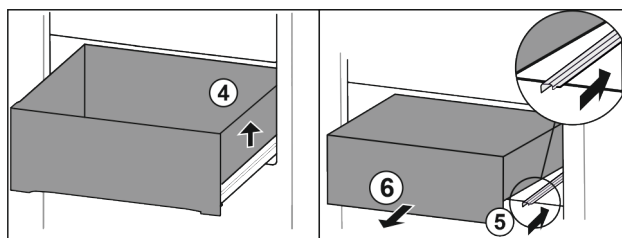

Fig. 72
- ▶ Unieść szufladę po prawej. Fig. 72 (4)
- ▶ Wsunąć prawą szynę. Fig. 72 (5)
- ▶ Wyjąć szufladę do przodu. Fig. 72 (6)